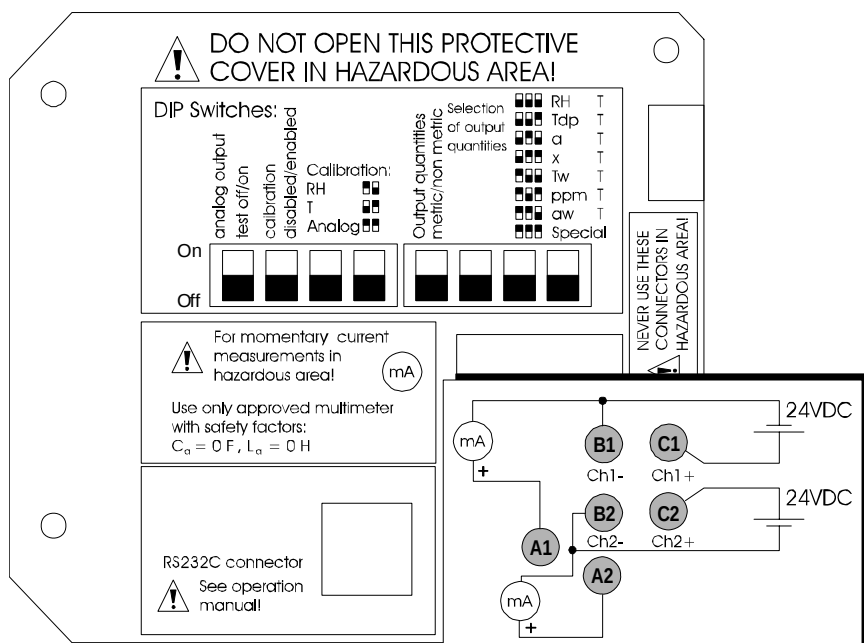

Figure 25 Raccordement de l'alimentation électrique et du multimètre pour l'étalonnage
1. Raccordez l'alimentation électrique au moyen d'une fiche banane (12 ... 24 VCC, avec un port série dont la tension minimum est de 15 VCC) aux borniers B1 (-) et C1 (+) (Ch 1), se reporter à Figure 25 à la page 69.